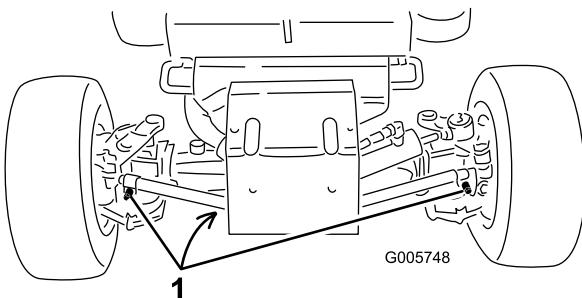

Figura 56
- Limpie la zona alrededor de los tapones de vaciado (Figura 56).